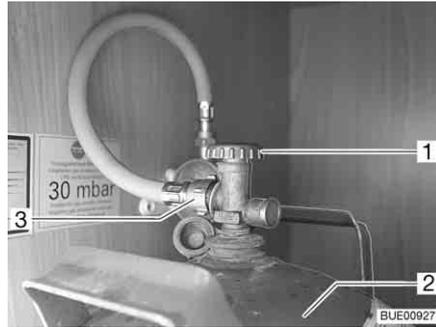

Fig. 125 Compartiment à gaz
- Fermer le robinet principal (Fig. 125,1) de la bouteille de gaz (Fig. 125,2). Observer le sens de la flèche.
- Dévisser à la main la lyre (Fig. 125,3) de la bouteille de gaz (filetage à gauche).